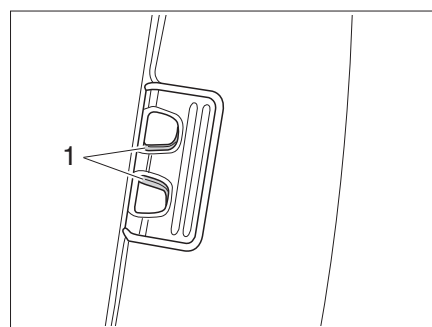

Fig. 18 Tendina oscurante pieghevole, bloccaggio
**Chiusura:** ■ Comprimere il bloccaggio (Fig. 18,1) e sollevarlo leggermente.